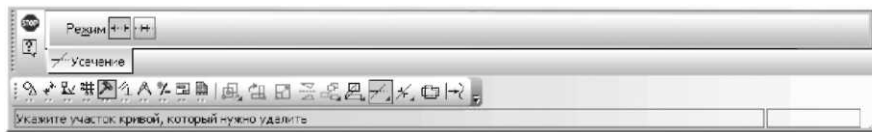

Рисунок 3.10 **Панель властивостей: Усікти криву, Компактна панель і Рядок стану**
–клацніть на **Компактної панелі** по кнопці  - **Редактирование**, а потім на панелі інструментів, що з'явилася, по кнопці  - **Усеч кривую**. З'явиться **Панель свойств: Усеч кривую** (рис. 3.10).